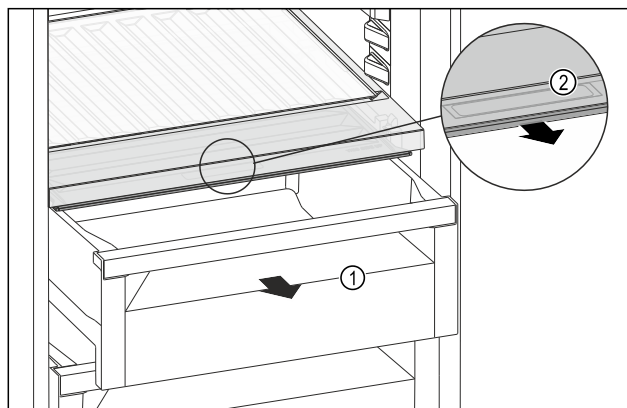

Fig. 177
- Extrageți sertarul Fig. 177 (1).
- Prindeți mânerul încastrat Fig. 177 (2) de la capacul compartimentului și trageți concomitent capacul compartimentului spre partea frontală.